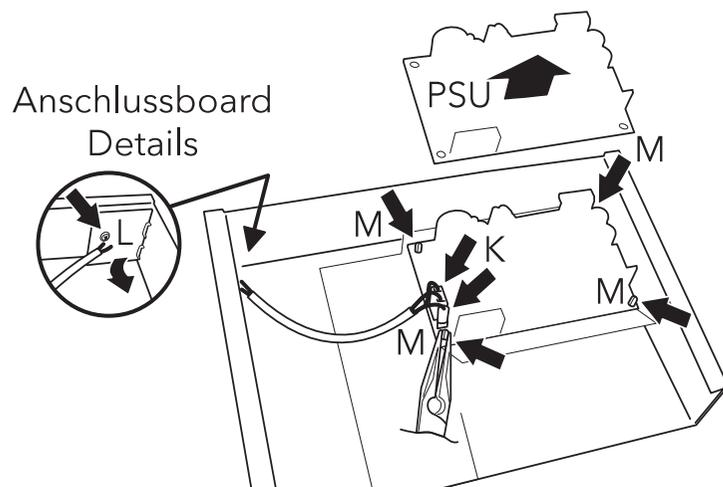

Abbildung 2.2.5 Entfernen der Versorgungseinheit (PSU)
2. Möchten Sie das Anschlussboard ersetzen, lösen Sie die Schraube ('L' in Abbildung 2.2.5), die das Anschlussboard am Chassis sichert. Verwahren Sie die Schraube und die Zahnscheibe sicher für den späteren Zusammenbau.